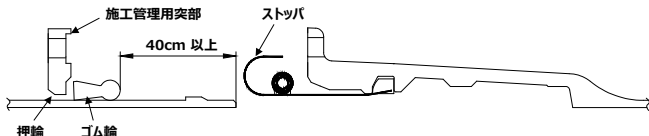

図10 接合部品のセット位置
- (1) 押輪を清掃して挿し口に預ける。この時、押輪の施工管理用突部を図10に示す向きにセットする。
- (2) ギュム輪を清掃して挿し口に預ける。この時、ギュム輪の表示マーク（GX、呼び径）を確認し、図10に示す向きにセットする。